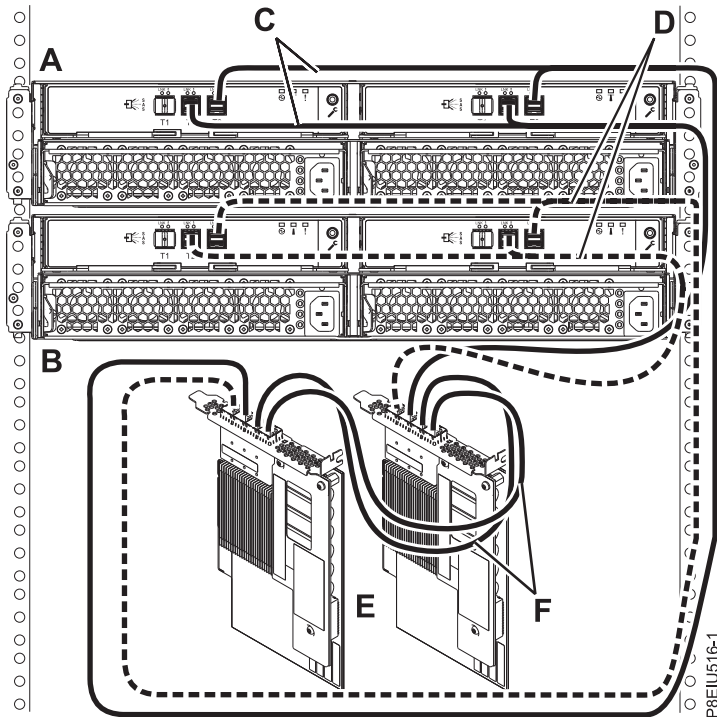

図 17. AA ケーブル付きの 1 対の FC EJ0L SAS アダプター・ペアまたは FC EJ14 SAS アダプター・ペアへの YO12 ケーブルを使用した、2 台の ESLL ストレージ・エンクロージャーおよび ESLS ストレージ・エンクロージャーのモード 1 接続
17. 20 ページの図 17 に示すように、AA ケーブル (F) 付きの 1 対の FC EJ0L アダプター・ペアまたは FC EJ14 SAS アダプター・ペア (E) への YO12 ケーブル (C および D) を使用して 2 台のエンクロージャー (A および B) のモード 1 接続を実行してから、24 ページの『ケーブルと電源コードの接続およびカバーの取り付け』に進みます。